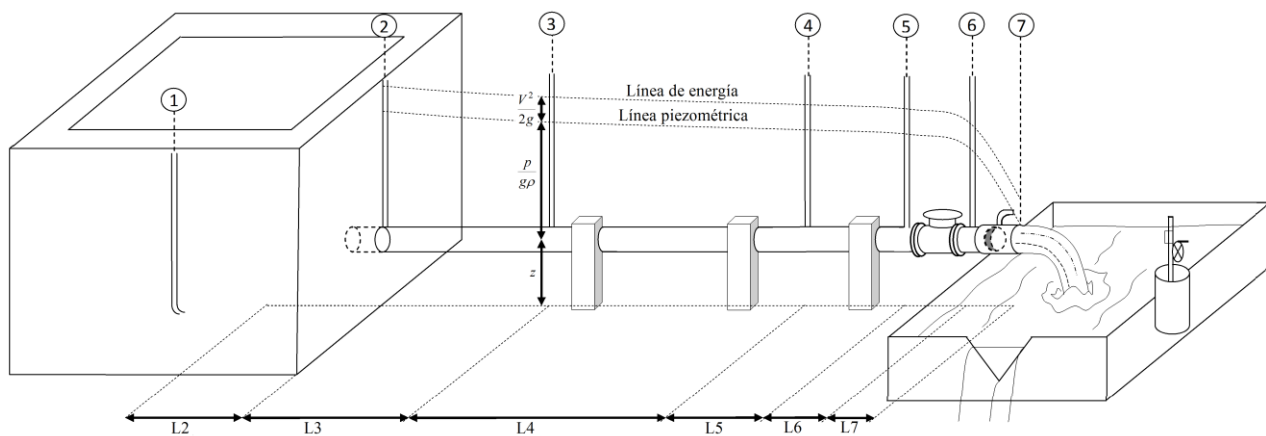

Figura 1 Tanque de carga constante con tubería de acero.
1. Abrir la válvula de alimentación y establecer un nivel en el tanque de carga constante, figura 1. Medir el nivel de cresta NC en el vertedor triangular.